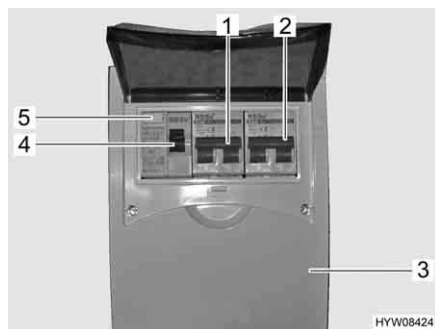

Fig. 95 Scatola dei fusibili a 230 V con interruttore di sicurezza e interruttore automatico FI
Un interruttore di sicurezza per correnti di guasto (interruttore automatico FI) (Fig. 95,4) nella scatola dei fusibili (Fig. 95,3) protegge l'intero veicolo da correnti di guasto (0,03 A).
L'interruttore di sicurezza collegato in serie (10 A) (Fig. 95,1) protegge le prese da 230 V, la centralina elettrica, il caricabatteria supplementare e il frigorifero.
Per veicoli con accessori opzionali, p. es. l'impianto di climatizzazione a tetto, un ulteriore interruttore di sicurezza (16 A) (Fig. 95,2) protegge l'apparecchio.
- Se il veicolo è collegato all'alimentazione a 230 V, premere il tasto di controllo (Fig. 95,5). L'interruttore di sicurezza per correnti di guasto (FI) deve scattare.